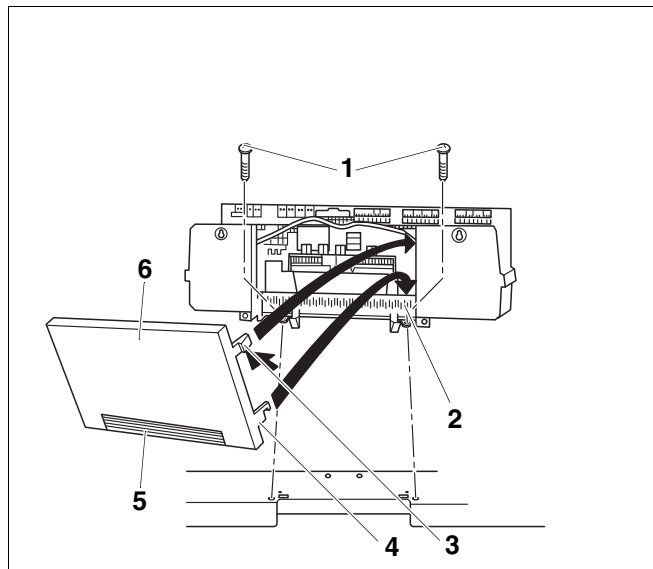

Рис. 15 Крепление системы управления Logamatic 4000
- Только для системы управления Logamatic 4000: снять заднюю стенку (Рис. 15, стр. 34, **поз. 6**).
При необходимости можно выломать или вырезать заглушку (Рис. 15, поз. 5) на задней стенке (Рис. 15, поз. 6).
- Вставить оба нижних крюка (Рис. 15, поз. 4) справа и слева на задней стенке (Рис. 15, поз. 6) шлицом в верхнюю кромку гнезда рамки (Рис. 15, поз. 2).
- Слегка нажать верхние эластичные крюки (Рис. 15, поз. 3) внутрь (по стрелке) и вставить заднюю стенку (Рис. 15, поз. 6) так, чтобы оба крюка защелкнулись.